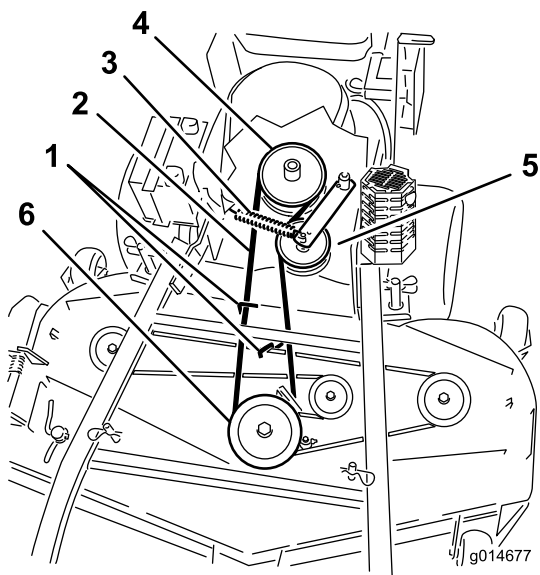
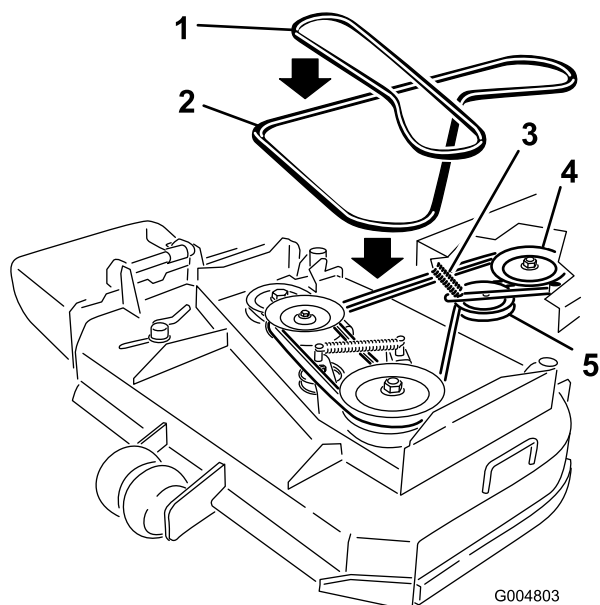

Figura 51
Figura 52
- Retire la correa de la polea central de la carcasa de corte (Figura 51). Consulte Figura 52 para quitar la correa de la polea izquierda en una carcasa de corte de 36 pulgadas. Extreme las precauciones al retirar la correa ya que la tensión aumentará debido a que la polea tensora está tensada con muelle.
- Retire la correa de la polea del motor y la polea tensora tensada con muelle (Figura 51). Consulte Figura 52 para retirar la correa de las poleas de una carcasa de corte de 36 pulgadas.
- Instale la nueva correa en la polea del motor y la polea tensora tensada con muelle (Figura 51).
- Coloque la correa en la polea central de la carcasa de corte (Figura 51). Extreme las precauciones al instalar la correa ya que la tensión aumentará debido a que la polea tensora está tensada con muelle. Consulte Figura 52 para colocar la correa en la polea izquierda en una carcasa de corte de 36 pulgadas.
- Ajuste la guía de la correa a 1/8 pulgada (3 mm) de la correa en carcasas de corte 48 pulgadas (Figura 51).